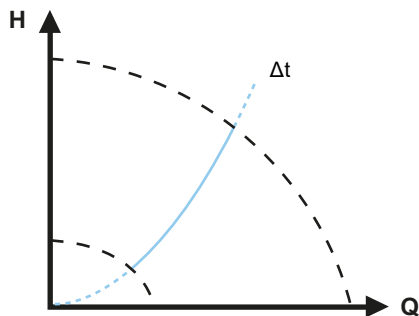

Fig. 33 Modo de control de temperatura diferencial
- La temperatura diferencial permanece constante entre la bomba y el sensor externo (consulte las figs. 33 y 34).